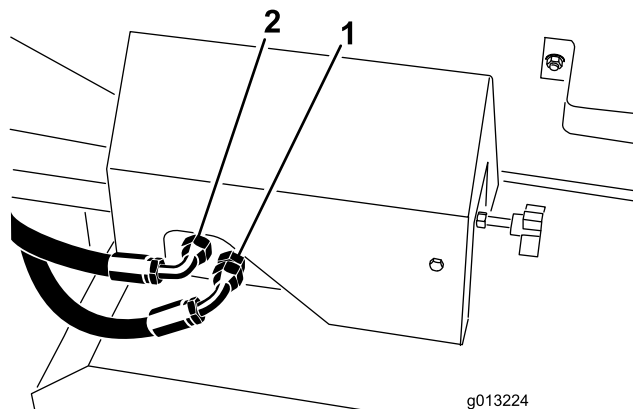
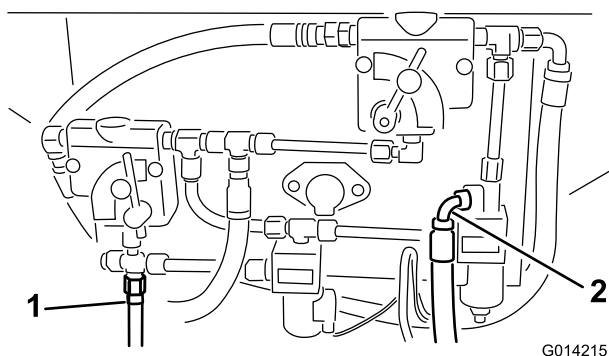
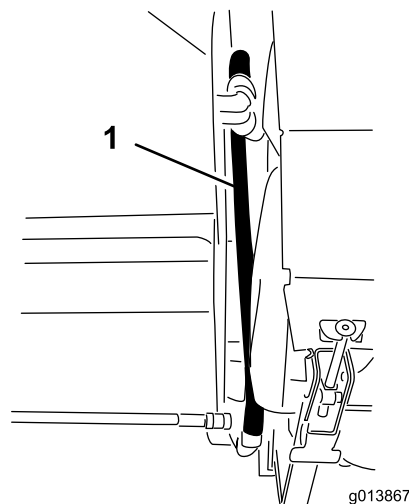
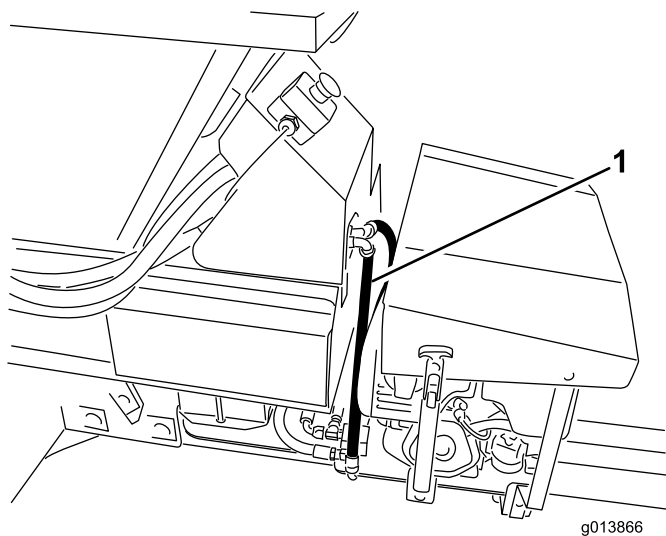

Figura 15
Figura 14
Figura 16
Figura 17
39. Identificate le connessioni di alta pressione e di ritorno sul modello base ProPass. Fate riferimento a Figura 14 per le versioni SH e Figura 15 per le versioni EH.
40. Se i flessibili di alta pressione e di ritorno erano stati precedentemente installati sulle postazioni mostrate in Figura 14 e Figura 15, rimuoverli.
41. Collegate i flessibili idraulici al pannello di comando idraulico. Fate riferimento a Figura 14 e Figura 16 sulle versioni SH e a Figura 15 e Figura 17 sulle versioni EH.